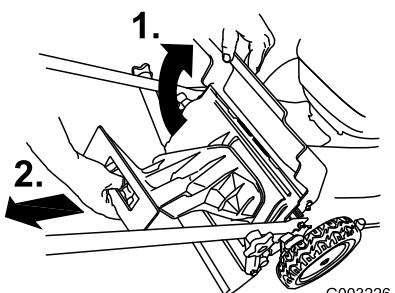

Figura 35
2. Retire el tapón de descarga trasera (Figura 35).